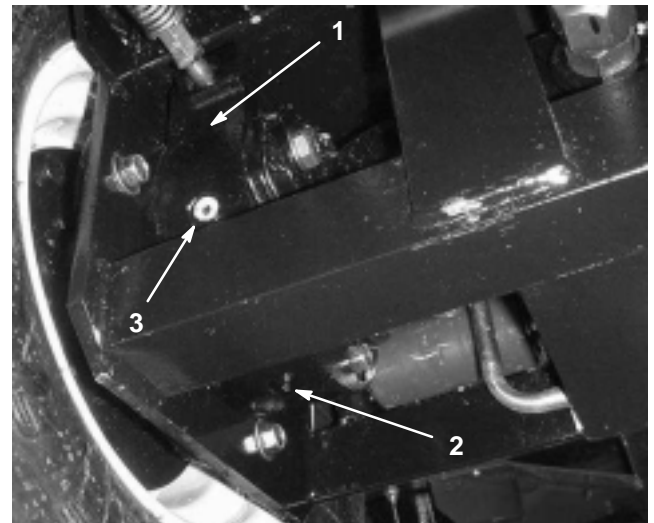

Bild 71
4. Stellen Sie ein Auffanggefäß unter das Bremsgehäuse an der anderen Seite des Rades (Bild 71).